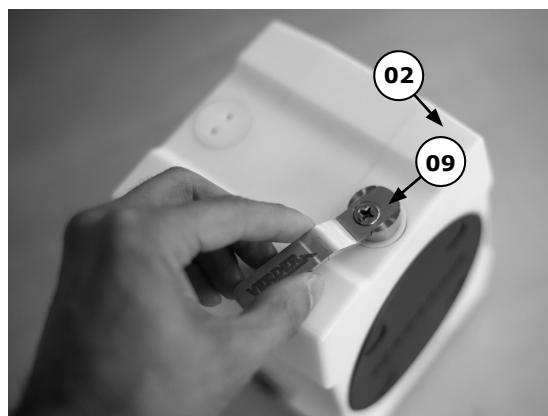

Abbildung 4
Sie müssen die Seitenabdeckungen der Pumpe nicht entfernen, um Zugang zu den Ventilsitzen und -kugeln zu erhalten. Lösen Sie den Flüssigkeitsstopfen (09) oben auf der Seitenabdeckung (02-03) (siehe Abbildung 4).